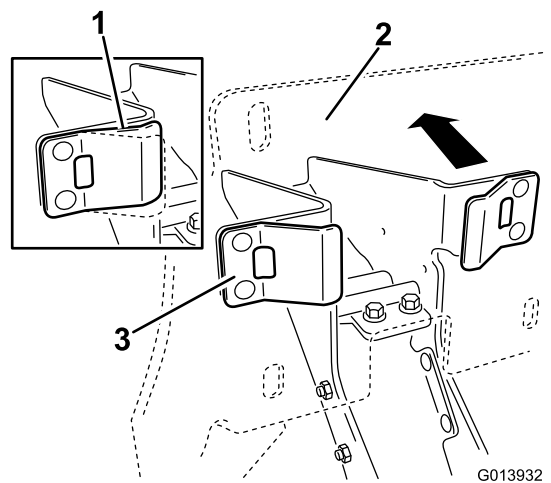

図 8
1. プラスチック製のストップがスプリングのタブに接触していることを確認し、クレードルのバックプレート・アセンブリに力をかけて、スプリングタブを途中まで縮める (図 8)